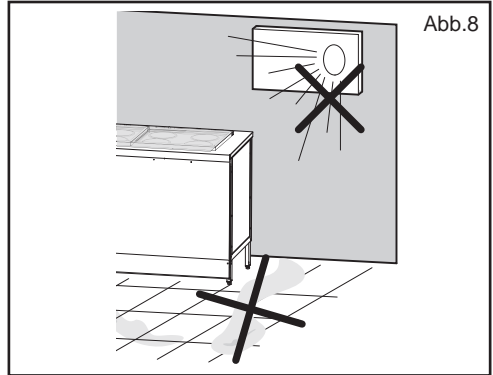

Abb.8
- sie nicht der Einwirkung direkter Sonnenstrahlen ausgesetzt ist (Abb.8);